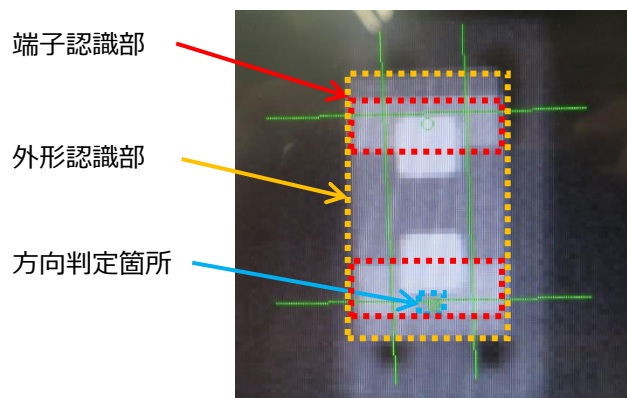

図17. 部品認識
- ①端子による部品位置認識を推奨します。
- ②認識エラーが生じる場合はご使用の実装機の認識条件(照明の明るさなど)を調整してください。
- ③LEDの方向判定を行う場合、カソード端子の切り欠き(図17. 〇部分)に判定枠を設定してください。この部分の輝度差で端子の向きを確認します。
- ④端子の認識が難しい場合は製品外形で認識してください。ただし方向判定ができない場合があります。